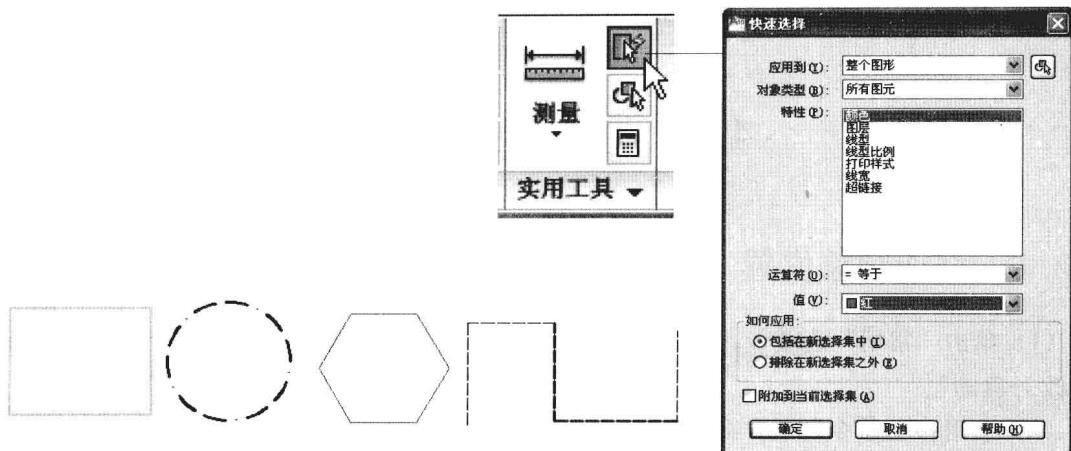

图 4-1-9
- (1) 打开素材文件“4-1-7.dwg”，包括多种颜色、线型、线宽和图层的图形对象。
- (2) 单击“常用”选项卡，单击“实用程序”面板，在展开的面板中单击“快速选择”按钮，如图 4-1-9 所示。